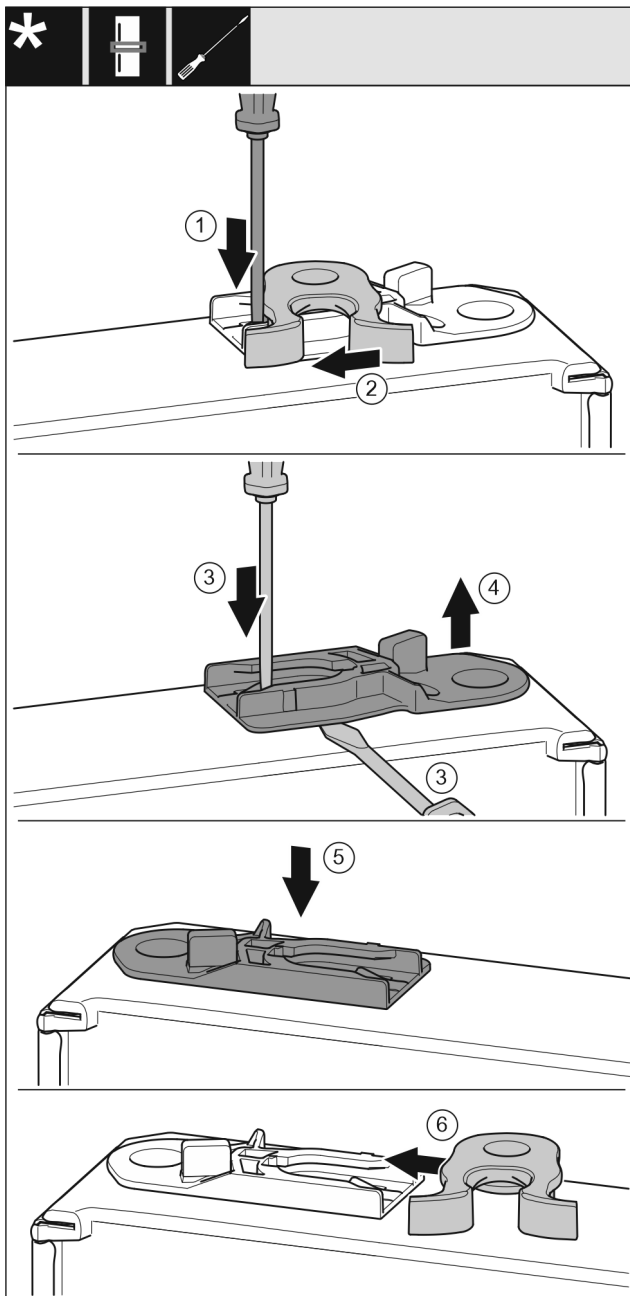

Fig. 20
- ▶ Lasche Fig. 20 (1) mit Schlitzschraubendreher nach unten drücken.
- ▶ Schließhaken Fig. 20 (2) aus Führung ziehen.
- ▶ Führungsbuchse Fig. 20 (3, 4) herausziehen: Lasche mit Schlitzschraubendreher drücken und gleichzeitig mit Schlitzschraubendreher unter Führungsbuchse fahren.
- ▶ Im Lieferumfang beiliegende Führungsbuchse Fig. 20 (5) auf anderer Gehäusesseite einschieben.
- ▶ Schließhaken Fig. 20 (6) in Führung schieben.